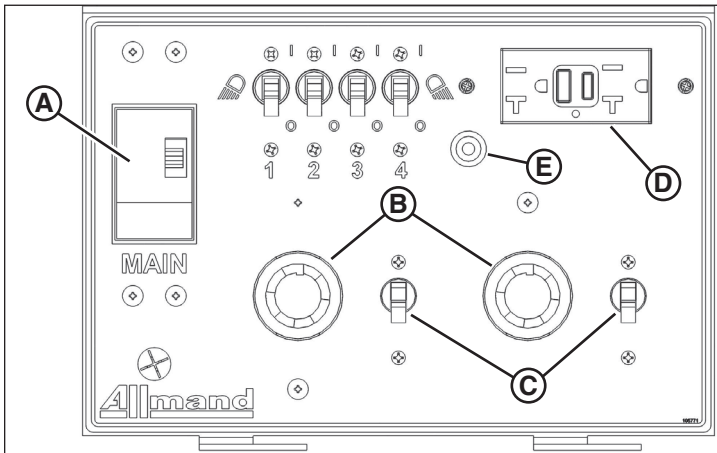

Figure 32
- Deux sorties à verrouillage par rotation (B, Figure 32), chacune protégée par un disjoncteur 30A (C), et une sortie DDFT (D), protégée par un disjoncteur 20A (E), OU